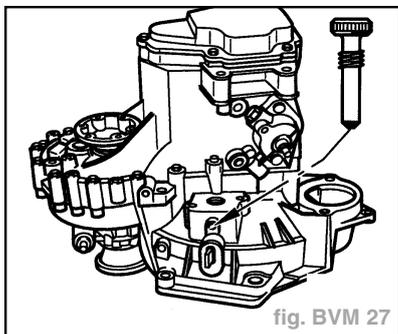

fig. BVM 27
**Nota :** - Avant de poser la boîte de vitesses pousser le levier de débrayage vers le carter de la boîte de vitesses et le bloquer au moyen de la vis de montage ou d'une vis M8 x 35. L'enlever une fois la boîte de vitesses posée. Le trou est ensuite obturé par la 3ème vis de fixation du palier/des câbles de commande (fig. BVM 27).